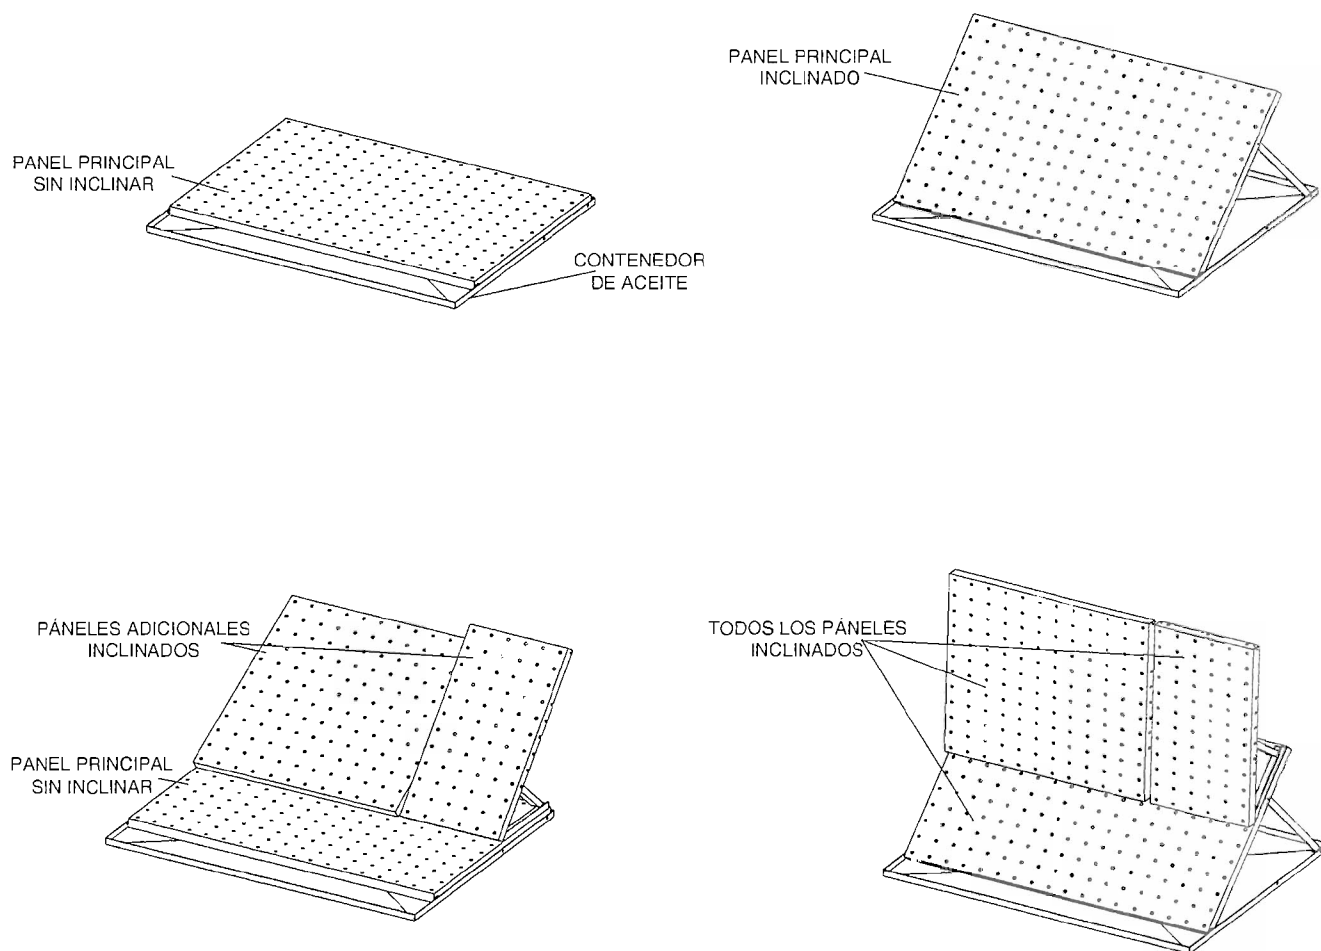

Figura 1-11. Diferentes posiciones de la superficie de trabajo.
- 9. La Figura 1-11 muestra diferentes formas para configurar la superficie de trabajo. El panel principal se puede inclinar para facilitar la instalación de los componentes. Paneles adicionales se pueden montar en el panel principal para aumentar el área de superficie de trabajo. Ambos se pueden inclinar y usar como paneles de control, instalando sus instrumentos hidráulicos (manómetros y caudalímetros) en ellos.